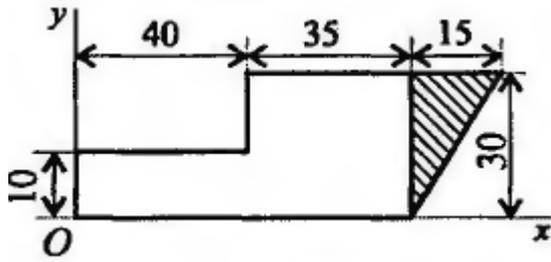

Рис.1.12
- 3 Определите координаты центра тяжести заштрихованной фигуры (рис.1.12). Размеры даны в миллиметрах.